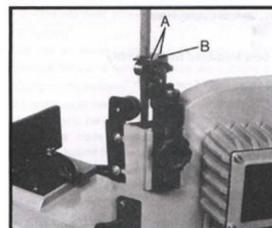

Fig. 3
3. Verwijder twee schroeven (A, Afb. 3) en de afbuigplaat (B).